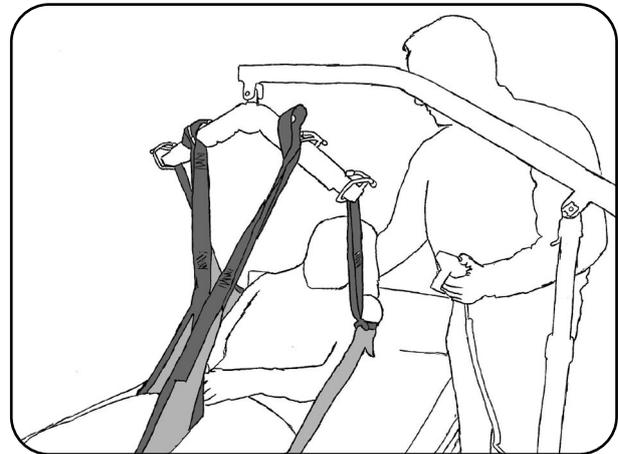

Abb. 8.3.03 - Anheben des Patienten
9. Hängen Sie die Beinschlaufen über Kreuz, entsprechend dem Kapitel Vorbereitung Abschnitt **Transportbügel der aks-Patientenlifter**, an die Haken des Transportbügels (Abb. 8.3.03). Achten Sie dabei auf die gleiche Einhängeweise. Diese erkennen Sie an der farblichen Kennzeichnung der Schlaufen (siehe Kapitel Vorbereitung Abschnitt **Gurtschlaufen**).
10. Hängen Sie die Schulterschlaufen, entsprechend dem Kapitel Vorbereitung Abschnitt **Transportbügel der aks-Patientenlifter**, an die Haken des Transportbügels (Abb. 8.3.03). Achten Sie auch hier auf die gleiche Einhängenposition, erkennbar an der farblichen Kennzeichnung der Schlaufen (siehe Kapitel Vorbereitung Abschnitt **Gurtschlaufen**).
12. Heben Sie den Patienten mit dem aks-Patientenlifter an (Abb. 8.3.03). Beobachten Sie dabei den Patienten und die Straffung des Liftergurtes. Korrigieren Sie gegebenenfalls den Sitz des Liftergurtes durch erneutes Ablassen des Patienten und Verschieben der ungünstig sitzenden Teile des Liftergurtes. Beobachten Sie während des gesamten Hebevorganges ständig den Patienten und den Sitz des Liftergurtes. Heben Sie den Patienten nur so hoch wie nötig.